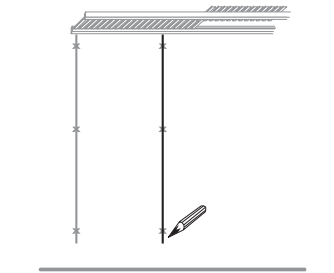

FIG. 2.5
7. Marque una segunda línea en la pared, paralela a la primera línea. (Fig. 2.5)